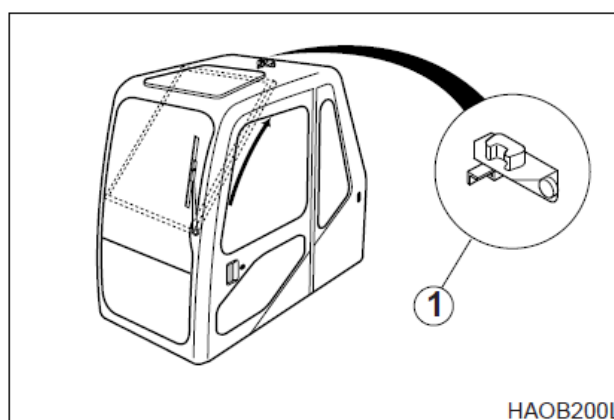

Рис. 110
7. Держа ручки окна (одна расположена вверху, а другая внизу окна), потянуть окно вверх, а затем назад. Убедиться, что окно закреплено задвижкой (1, рис.110).